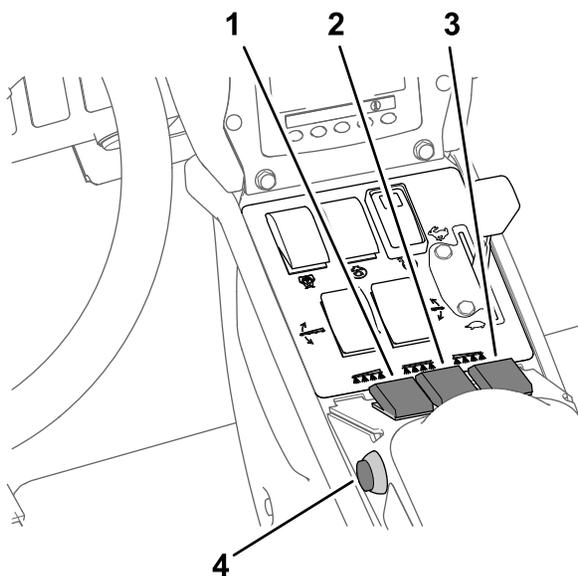

Figura 29
7. Ponga los interruptores de sección de fumigación en la posición de ACTIVADO (Figura 29).
3. Ponga el interruptor maestro en la posición de DESACTIVADO; consulte Figura 29, en Fumigación en el modo de caudal de aplicación (página 34).
10. Conduzca a la velocidad deseada y luego ponga el interruptor maestro en la posición de ACTIVADO para empezar a fumigar (Figura 29).
7. Ponga los interruptores individuales de las secciones que desea utilizar en la posición de ACTIVADO; consulte Figura 29 en Fumigación en el modo de caudal de aplicación (página 34).
9. Conduzca a la velocidad deseada y luego ponga el interruptor maestro en la posición de ACTIVADO para empezar a fumigar; consulte Figura 29, en Fumigación en el modo de caudal de aplicación (página 34).